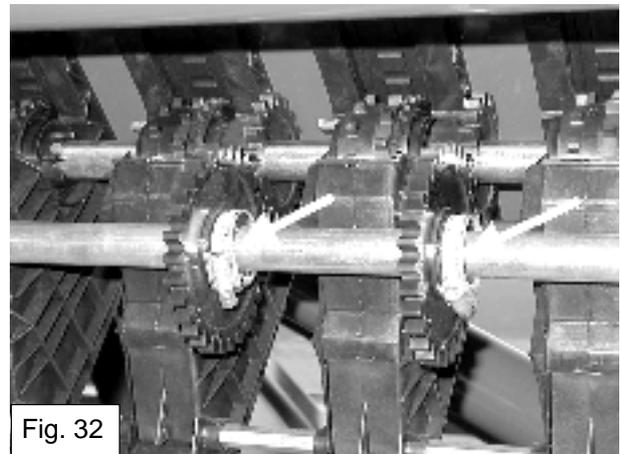

Fig. 32
- Desserrer les colliers de serrage qui tiennent les roues dentées sur l'arbre intercalaire, pour que les roues dentées puissent être décalées sur le côté (fig. 32).